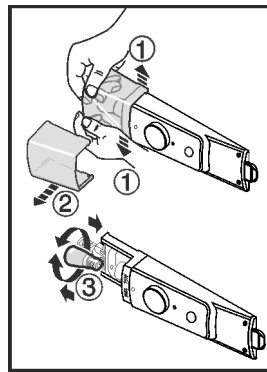

Fig. 10
- ▶ Odstępnąć żarówkę, jak pokazane jest to na rysunku, wewnątrz, w przedniej części rozepchnąć Fig. 10 (1) i zdjąć ją w bok Fig. 10 (2).
- ▶ Wymienić żarówkę. Fig. 10 (3)